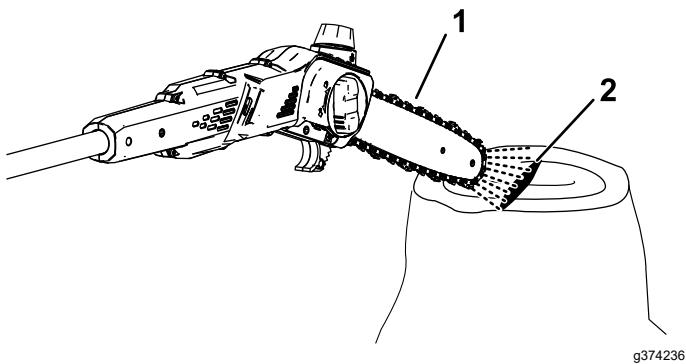

Bild 16
2. Um sicherzustellen, dass Öl zur Sägekette fließt, richten Sie die Nase des Hochentasters einige Zentimeter von einer Oberfläche (z. B. Papier, Pappe, ein Stumpf) weg und lassen Sie den Hochentaster laufen. Sie sollten eine leichte Ölsprühspur auf der Oberfläche sehen können (Bild 16).